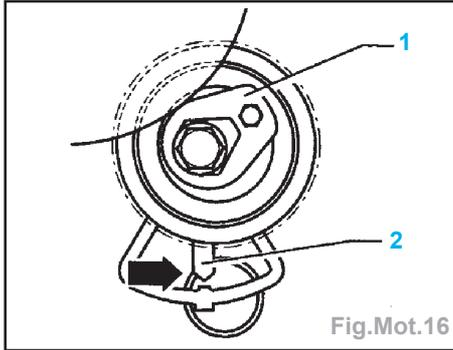

Fig.Mot.16
- serrer la vis de fixation à la main. L'ergot (2) de l'embase doit s'engager dans l'alésage aménagé sur la culasse,
clé mâle coudée que l'on engage dans l'entraînement à six pans (1) jusqu'à ce que le taquet (2) se positionne en face de l'ergot repère de l'étrier (Fig.Mot.16),